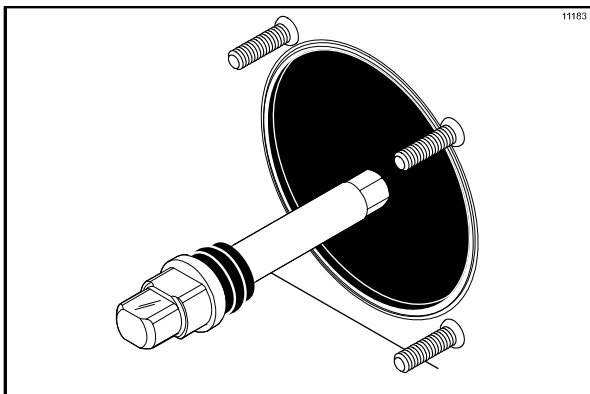

Figura 129
2. Insira o eixo de transmissão do batedor pela bucha de bronze no cilindro de congelamento e encaixe a extremidade sextavada firmemente na bucha. (Veja a Figura 129.)